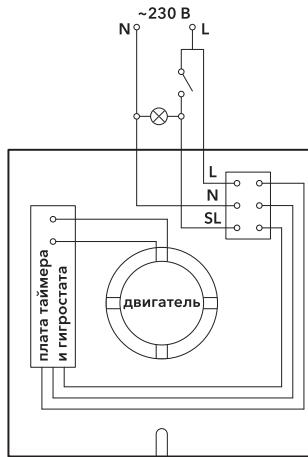

рис. 1
- Подключить фазный провод через выключатель на клемму L вентилятора (рис.1).